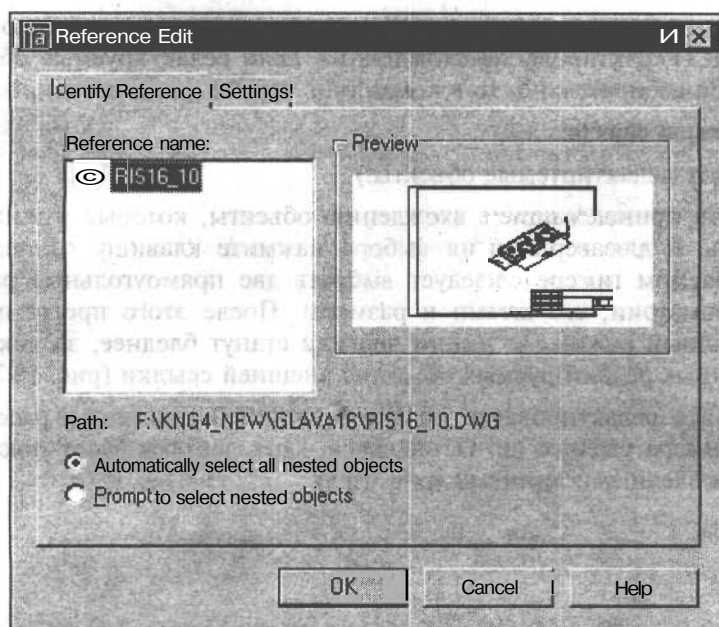

Рис. 18.6. Диалоговое окно для выбора редактируемых вхождений файла внешней ссылки
2. Выберите внешнюю ссылку, которую необходимо отредактировать. Появится диалоговое окно **Reference Edit** (Редактирование вхождений) (рис. 18.6). Все доступные для редактирования вхождения появятся в списке диалогового окна.